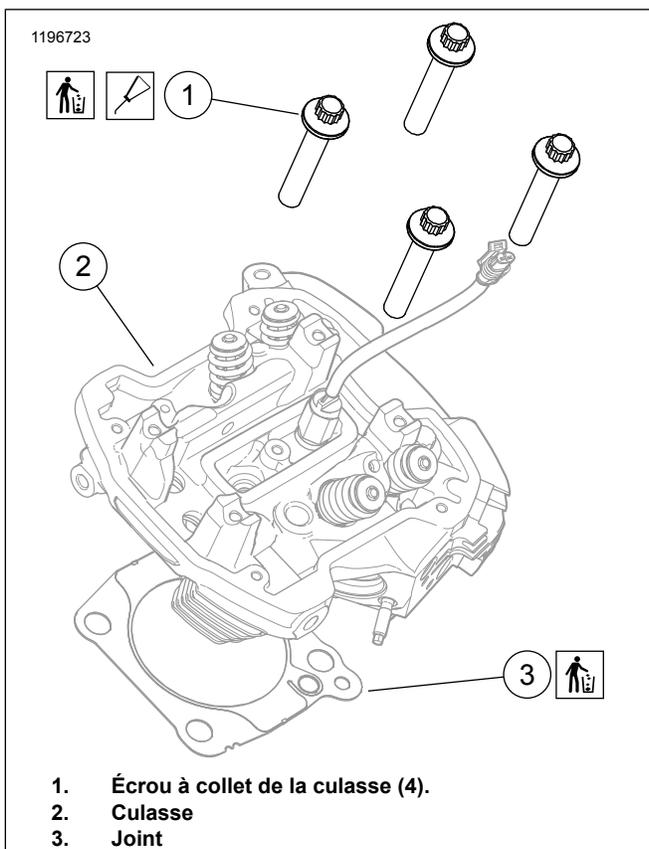

Figure 3.
3. Voir la figure 3. Installer la culasse. Consulter le manuel d'entretien.